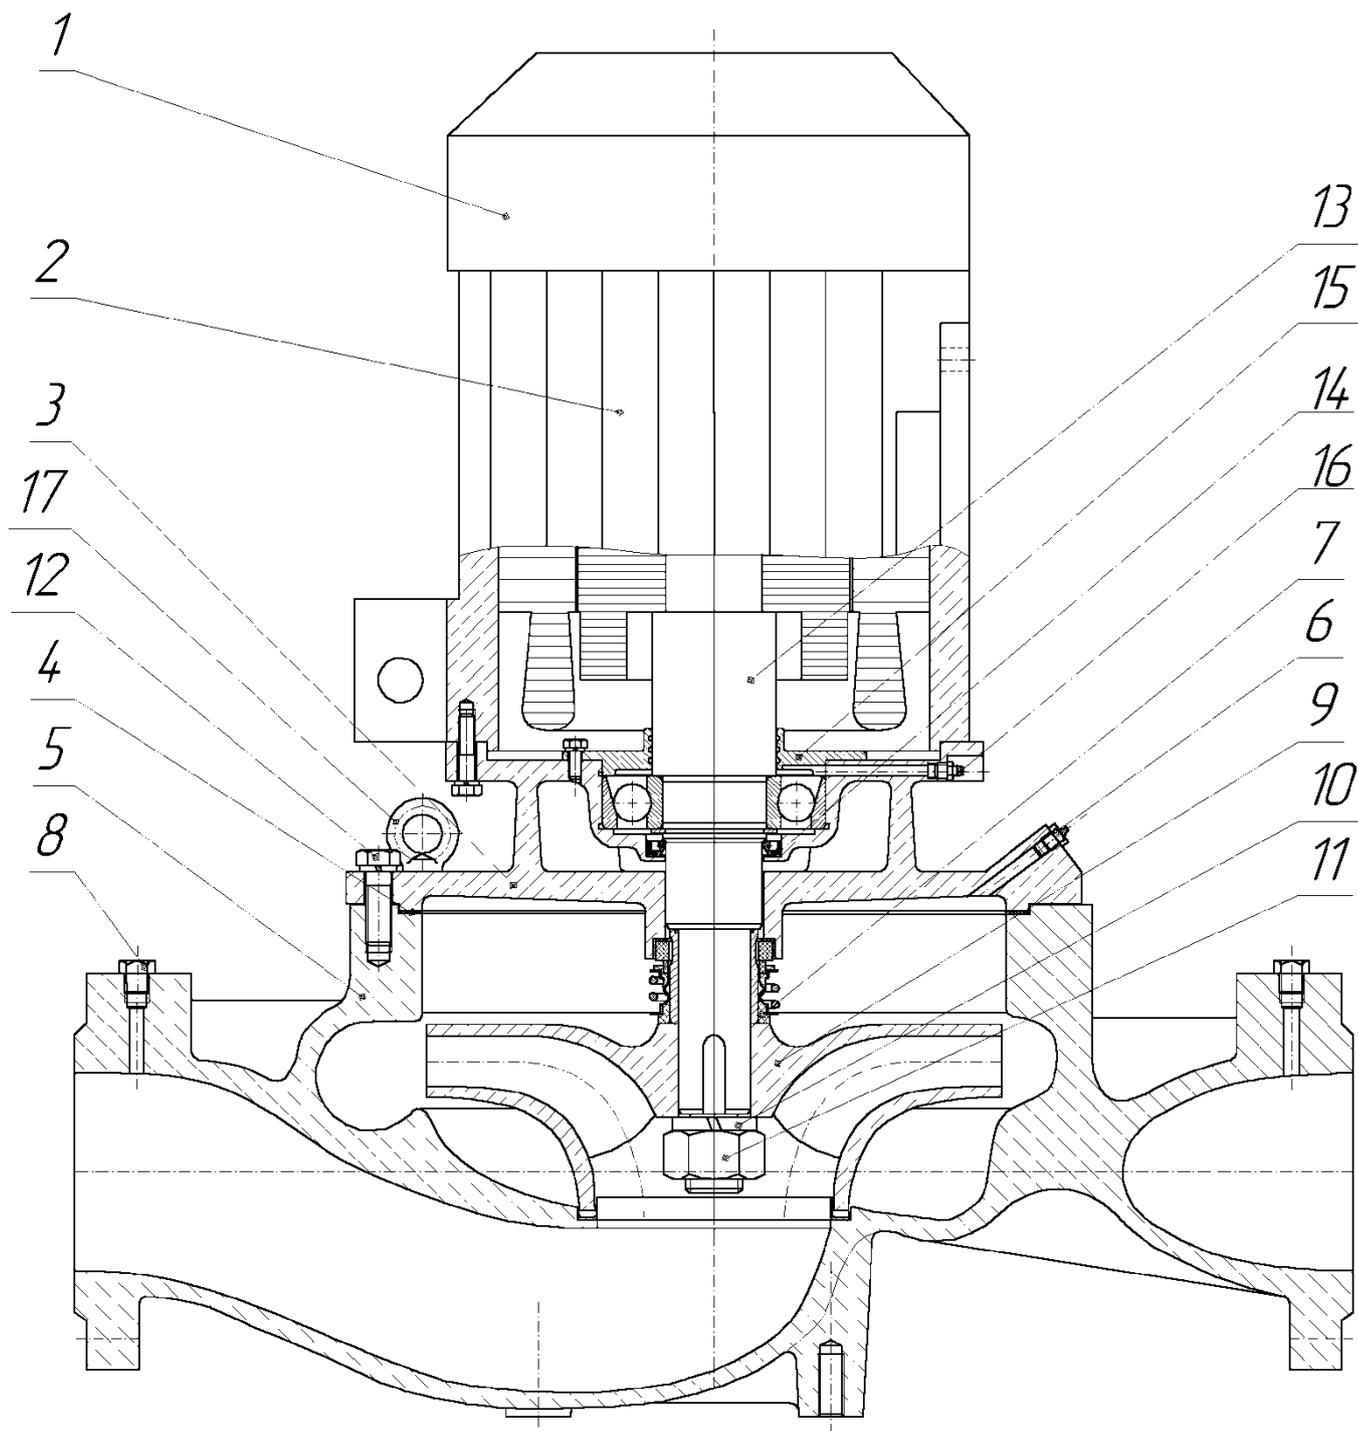

Рис. 3. Электронасос ЦМЛ - Ех.
3. Открутить болты поз. 12. (рис. 3) соединяющие проставку поз. 3. с корпусом спиральным поз. 5;